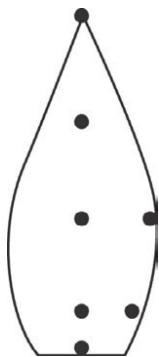

Рис. 1. Точки измерения температуры пламени
2. Зажгите спиртовку. Когда показания стабилизируются, запишите значение температуры на схеме пламени (*рис. 1*).